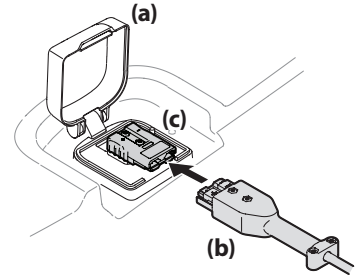
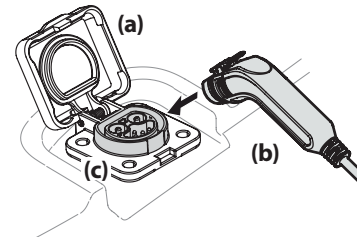

Figure 11
Figure 12
- Relevez le couvercle de la prise de recharge (a). Voir Figure 11 pour le style 1 (725-07253) et la Figure 12 pour le style 2 (Chargeurs de la série T56XXX).
- Branchez le cordon de recharge (b) du chargeur dans la prise (c). Voir la Figure 11 pour le style 1 et la Figure 12 pour le style 2.